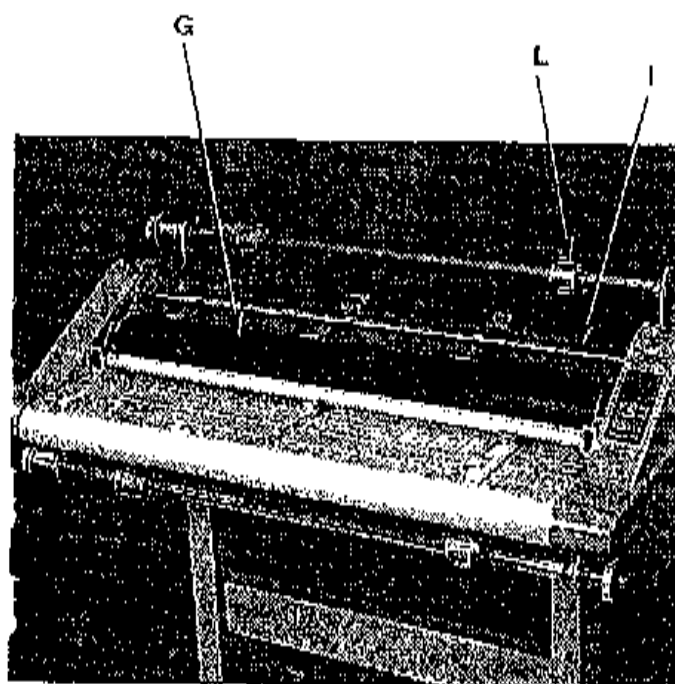

Fig. 4
G. HEAT SHOES: Figure 4. The Teflon coated heat shoes contain two infrared heating elements per shoe which provide even heat distribution across the shoes. The heat shoes are independently controlled for superior quality lamination.
I. IDLER BAR: Figure 4. The idler bars, located near each supply roll, are used to direct the film across the heat shoes and assist in keeping the film flat on the shoes. The bottom Idler Bar is movable to ease film loading.
L. FILM SHAFT & CONE ADJUSTER: The cone adapters are inserted into the ends of the film cones. The film shaft is inserted through the centers of the cone adapters then placed on the laminator, (Figure 4). The Discovery can run 1, 2 1/4 and 3 inch core films.
G. PIASTRE DI RISCALDAMENTO: Figure 4. Le piastre di riscaldamento rivestite di teflon contengono ognuna due elementi riscaldanti a raggi infrarossi, che distribuiscono il calore in modo uniforme. Le piastre sono regolate in modo indipendente, per permettere una migliore qualità di laminazione.
I. ASTE FOLLI: Figure 4. Le aste folli, poste accanto a ciascuna bobina, sono utilizzate per orientare il film attraverso le piastre di riscaldamento o per mantenerlo in piano sopra esse. L'asta folle inferiore è mobile per facilitare il caricamento del film.
L. ALBERO E ADATTATORI BOBINA FILM: Gli adattatori della bobina sono inseriti alle sue due estremità. L'albero del film è inserito attraverso i due adattatori e posizionato sul laminatore, (Figure 4). Il Discovery può funzionare con bobine da 25,4 mm, 57,15 mm, e 76,2 mm.